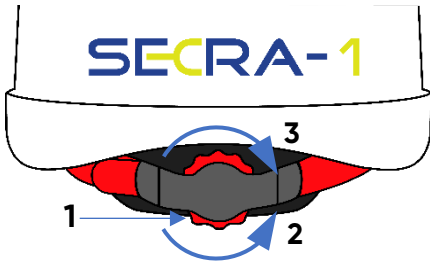

Fig. 1
O capacete tem um ajuste progressivo do perímetro da cabeça, cada 1 mm, no intervalo de 53 cm a 63 cm. Após a colocação do capacete na cabeça, encaixe-o segundo o perímetro da cabeça virando o sistema de catraca giratória (1) na tira jugular do capacete (Fig.1). Virando à esquerda (2) afrouxamos a tira, enquanto virando à direita (3) apertamos